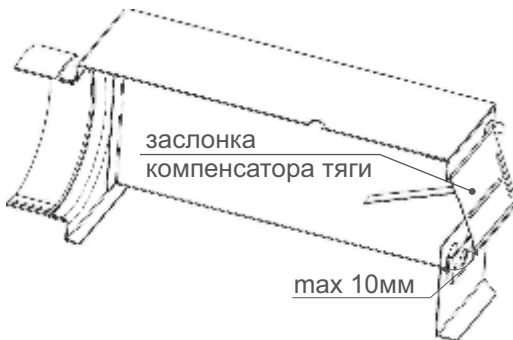

Рис. 10. Заслінка компенсатора тяги
- переконайтеся в тому, що заслінка компенсатора тяги (рис.10) має вільний хід (повинно спостерігатися вільне гойдання заслінки).